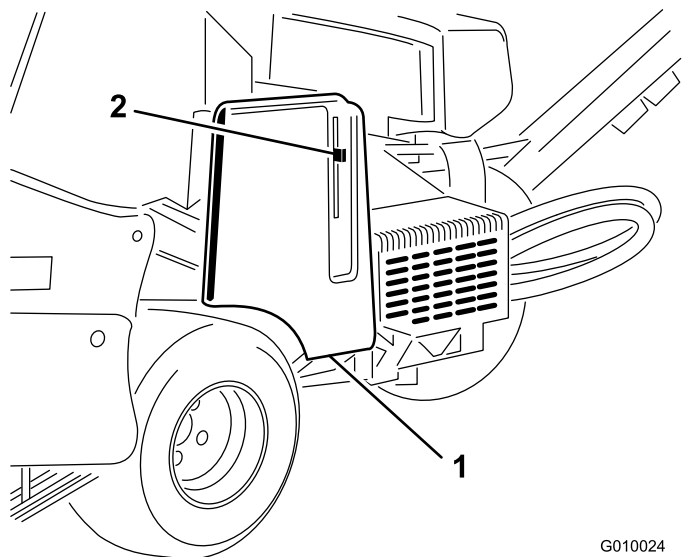
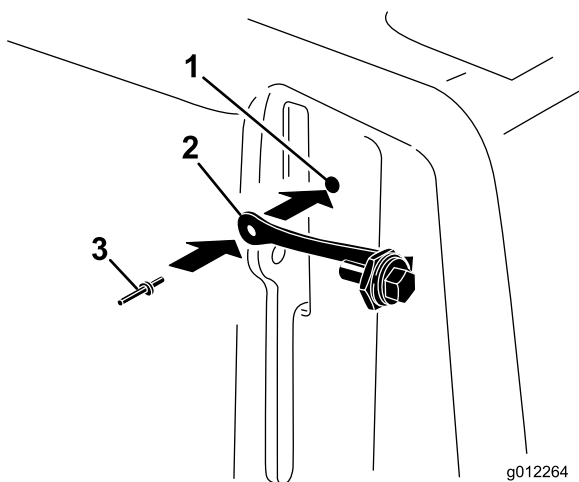

図 8
図 9
1. ラッチカバーの隣にあるベルトカバーの穴を探し 図 8 および 図 9。
2. ベルトカバーの穴を使って、ポップリベットのついたストラップを取り付ける 図 9。